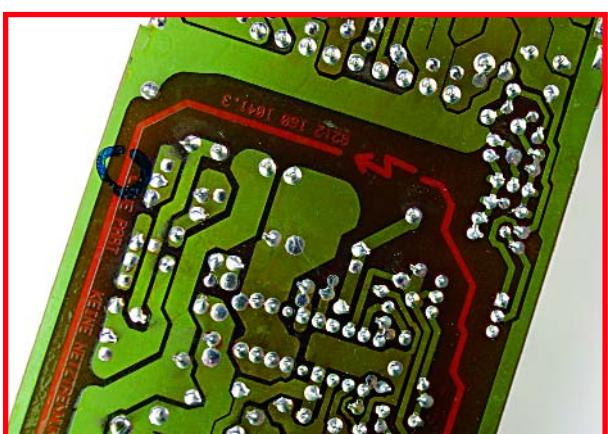
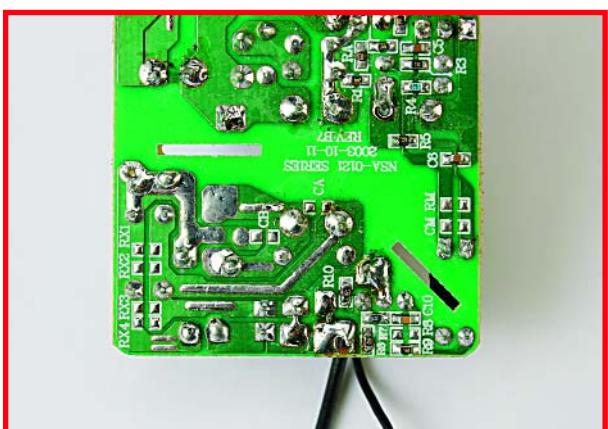

Figure 7.
Figure 8.
**figure 7** montre comment y arriver. Sur ce concept, le « cœur » constitue le primaire. L'alimentation se trouve dans une cage métallique en contact électrique avec le secondaire. La barrière est nettement identifiable. Elle est identifiée de manière à ce que le service de dépannage sache immédiatement de quoi il retourne. On découvre un autre détail dans la **figure 8**. On a fraisé, 2 endroits particulièrement critiques, des rainures dans la platine. Ceci permet d'accroître efficacement l'écartement de fuite de courant qui se déplace le long de la surface. Ces fuites de courant doivent faire le tour de la rainure. Cette approche présente un intérêt indéniable la surface de la platine s'oxydant progressivement et perdant, en raison de l'humidité des propriétés isolantes.